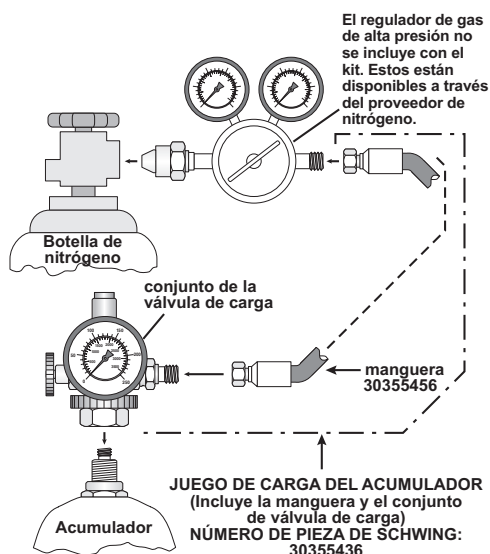

Figura 34
1. Antes de comenzar, necesitará un juego de carga (Figura 34). No intente cargar los acumuladores sin uno. Pida el conjunto del kit de la válvula de carga al Centro de servicio SCHWING utilizando el número de pieza 30355436.